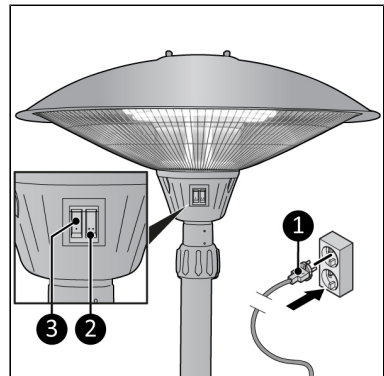

Abbildung 38.
4. Stellen Sie sicher, dass sich Schalter I (Abbildung 38, Pos. 3) und Schalter II (Abbildung 38, Pos. 2) in der AUS-Position befinden.
5. Stecken Sie den Netzstecker (Abbildung 38, Pos. 1) in eine leicht zugängliche geerdete Steckdose. Verwenden Sie eine geerdete Steckdose mit einer Mindestleistung von 2100 Watt.
- Niedrige Stufe: Drücken Sie Schalter I (Abbildung 38, Pos. 3);
- Mittlere Stufe: Drücken Sie Schalter II (Abbildung 38, Pos. 2);
- Hohe Stufe: Drücken Sie Schalter I (Abbildung 38, Pos. 3) und Schalter II (Abbildung 38, Pos. 2).
1. Stellen Sie sicher, dass sich Schalter I (Abbildung 38, Pos. 3) und Schalter II (Abbildung 38, Pos. 2) in der AUS-Position befinden.
2. Ziehen Sie den Netzstecker aus der Steckdose (Abbildung 38, Pos. 1).